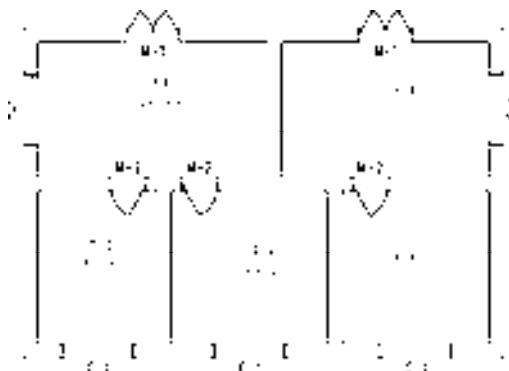

图 7-26 打开素材
1) 按〈Ctrl+O〉组合键，打开配套光盘提供的“第7章/7.1.7 面积计算.dwg”文件，如图7-26所示。